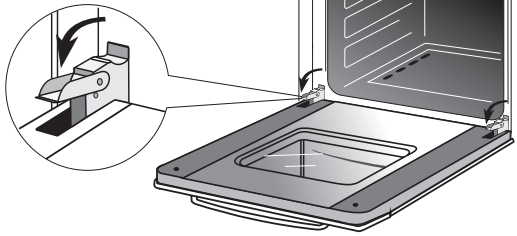

Рис.21
- поднимите и поверните до упора стопорные рычаги, расположенные на двух шарнирах (рис. 21),